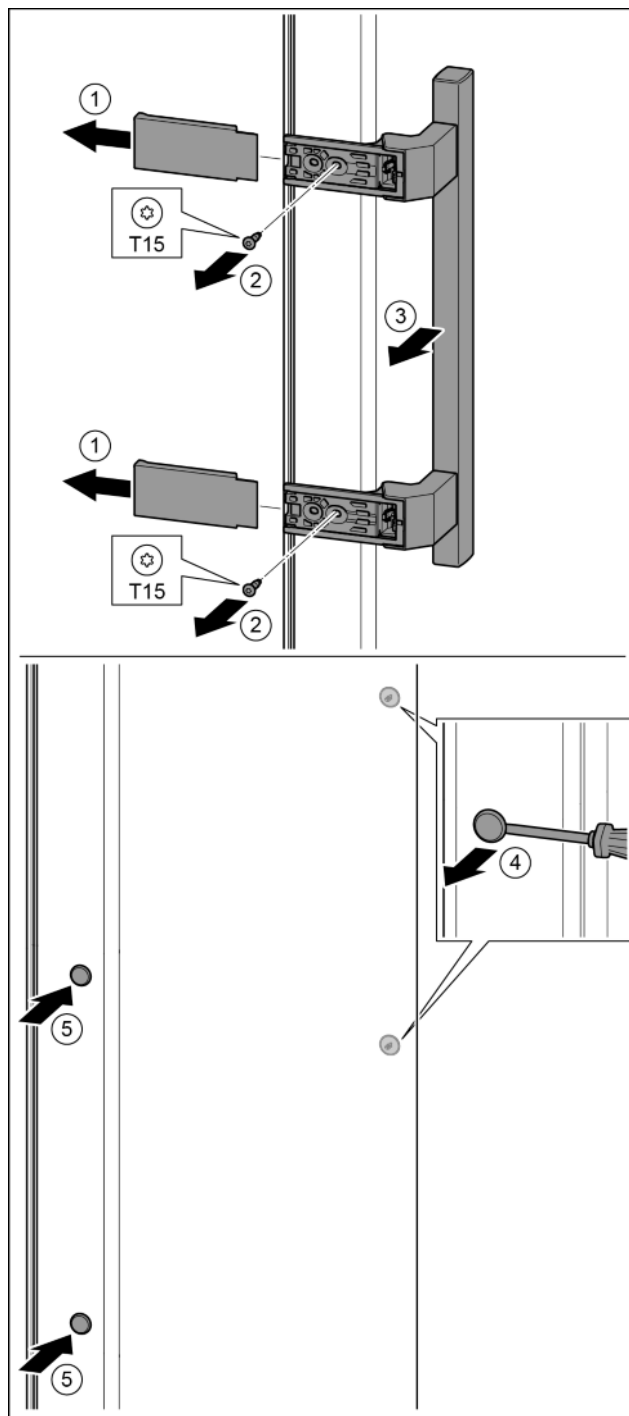

Fig. 17
- Stáhněte kryt. Fig. 17 (1)
- Šroubovákem T15 vyšroubujte šrouby. Fig. 17 (2)
- Sejměte madlo. Fig. 17 (3)
- Postranní zátku opatrně plochým šroubovákem nadzvedněte a vytáhněte. Fig. 17 (4)
- Zátku opět vložte na druhé straně. Fig. 17 (5)